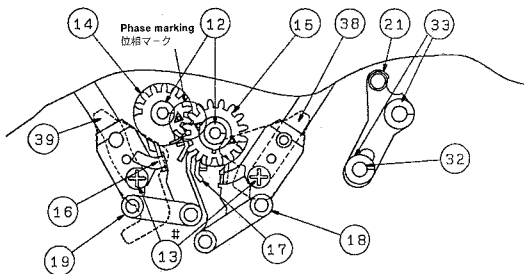

Fig. 2-7
1). Remove washer (27), then detach the Load Gear In (15), Spring (17) and Link LDG Block (18) in this order.
2). Remove washer (28), then detach the Load Gear Out (14), Spring (16) and Loading Link Block (19) in this order.
**Notes :** \* Pay attention to the phases of the gears (refer to Fig. 2-7).
1). ワッシャー (27) を外し、Load Gear In (15)、Spring (17)、Link LDG Block (18) の順に外す。
2). ワッシャー (28) を外し、Load Gear Out (14)、Spring (16)、Loading Link Block (19) の順に外す。
**注意** \* 取付け時、ギアの位相に注意すること。(図2-7参照)